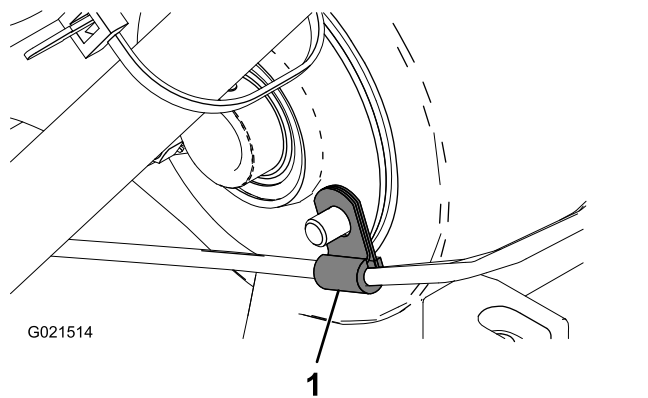

Figura 5
4. Con la preesistente fascetta per cavi dell'acceleratore collegate il nuovo cavo dell'acceleratore al retro dell'alloggiamento del differenziale (Figura 5).